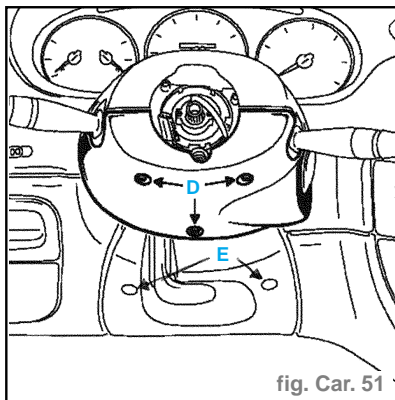

fig. Car. 51
- Déposer les deux vis de fixation (C).
- la demi-coquille sous le volant par les trois vis (D) (fig. Car. 51),
- les deux vis (E) du cache inférieur de